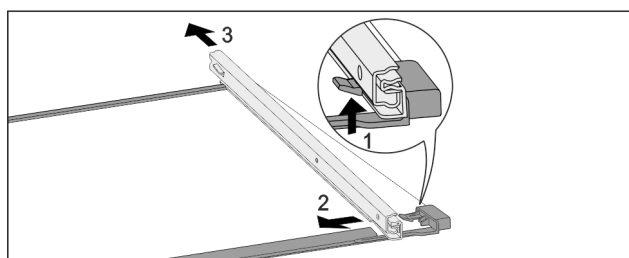

Fig. 77 Tablette en verre avec rails
- ▶ Pousser le crochet d'enclenchement avant vers le bas. Fig. 77 (1)
- ▶ Pousser le rail télescopique vers le côté Fig. 77 (2) et vers l'arrière Fig. 77 (3).